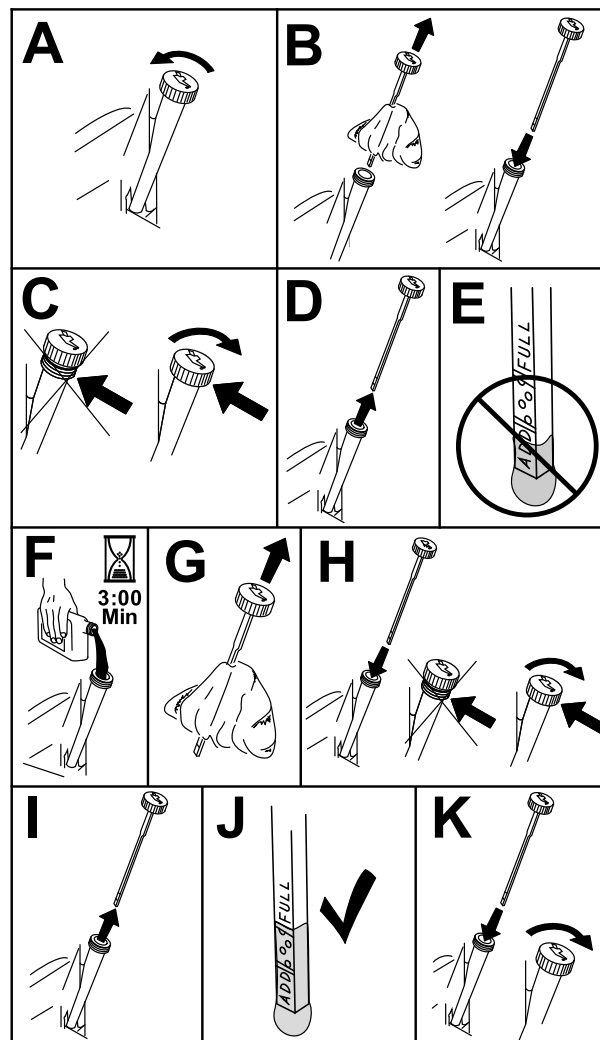

Figura 43
3. Pentru a elimina murdăria, iarba tăiată etc. departe de motor, curățați zona din jurul buonului rezervorului de ulei și al jojei înainte de a o scoate (Figura 43).